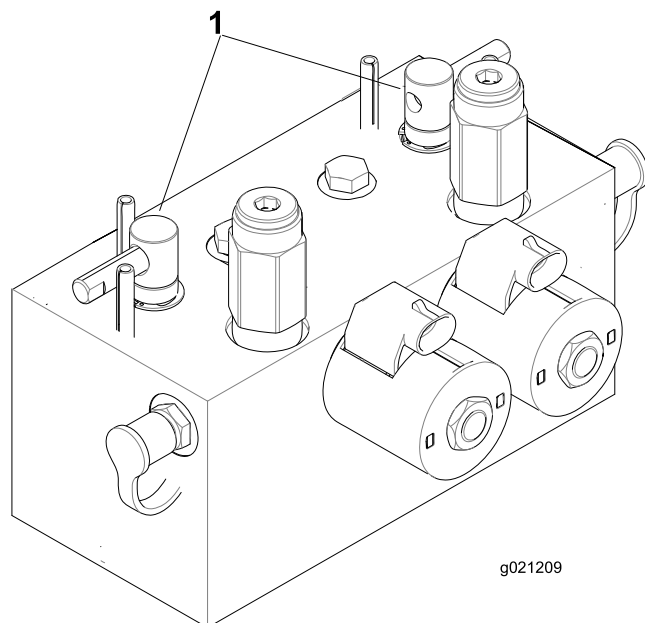

Figura 97
2. Sbloccate il sedile ed alzate lo per esporre le leve di lappatura (Figura 97).
5. Selezionate le leve di lappatura anteriore, posteriore o entrambe per stabilire gli elementi da lappare (Figura 97).